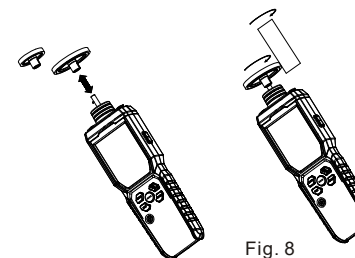

Fig. 8
4. Contact---Mesure de la vitesse/longueur de la surface (Fig. 8)